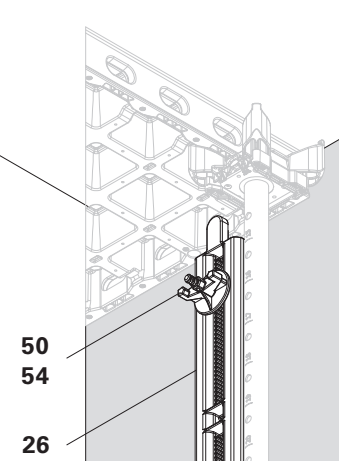

Fig. D1.05a
2. Fixer, sur la tige d'ancrage, le support mural DUO 82 (26) avec le bec orienté vers le haut et la face plane vers le voile. (Fig. D1.05a)